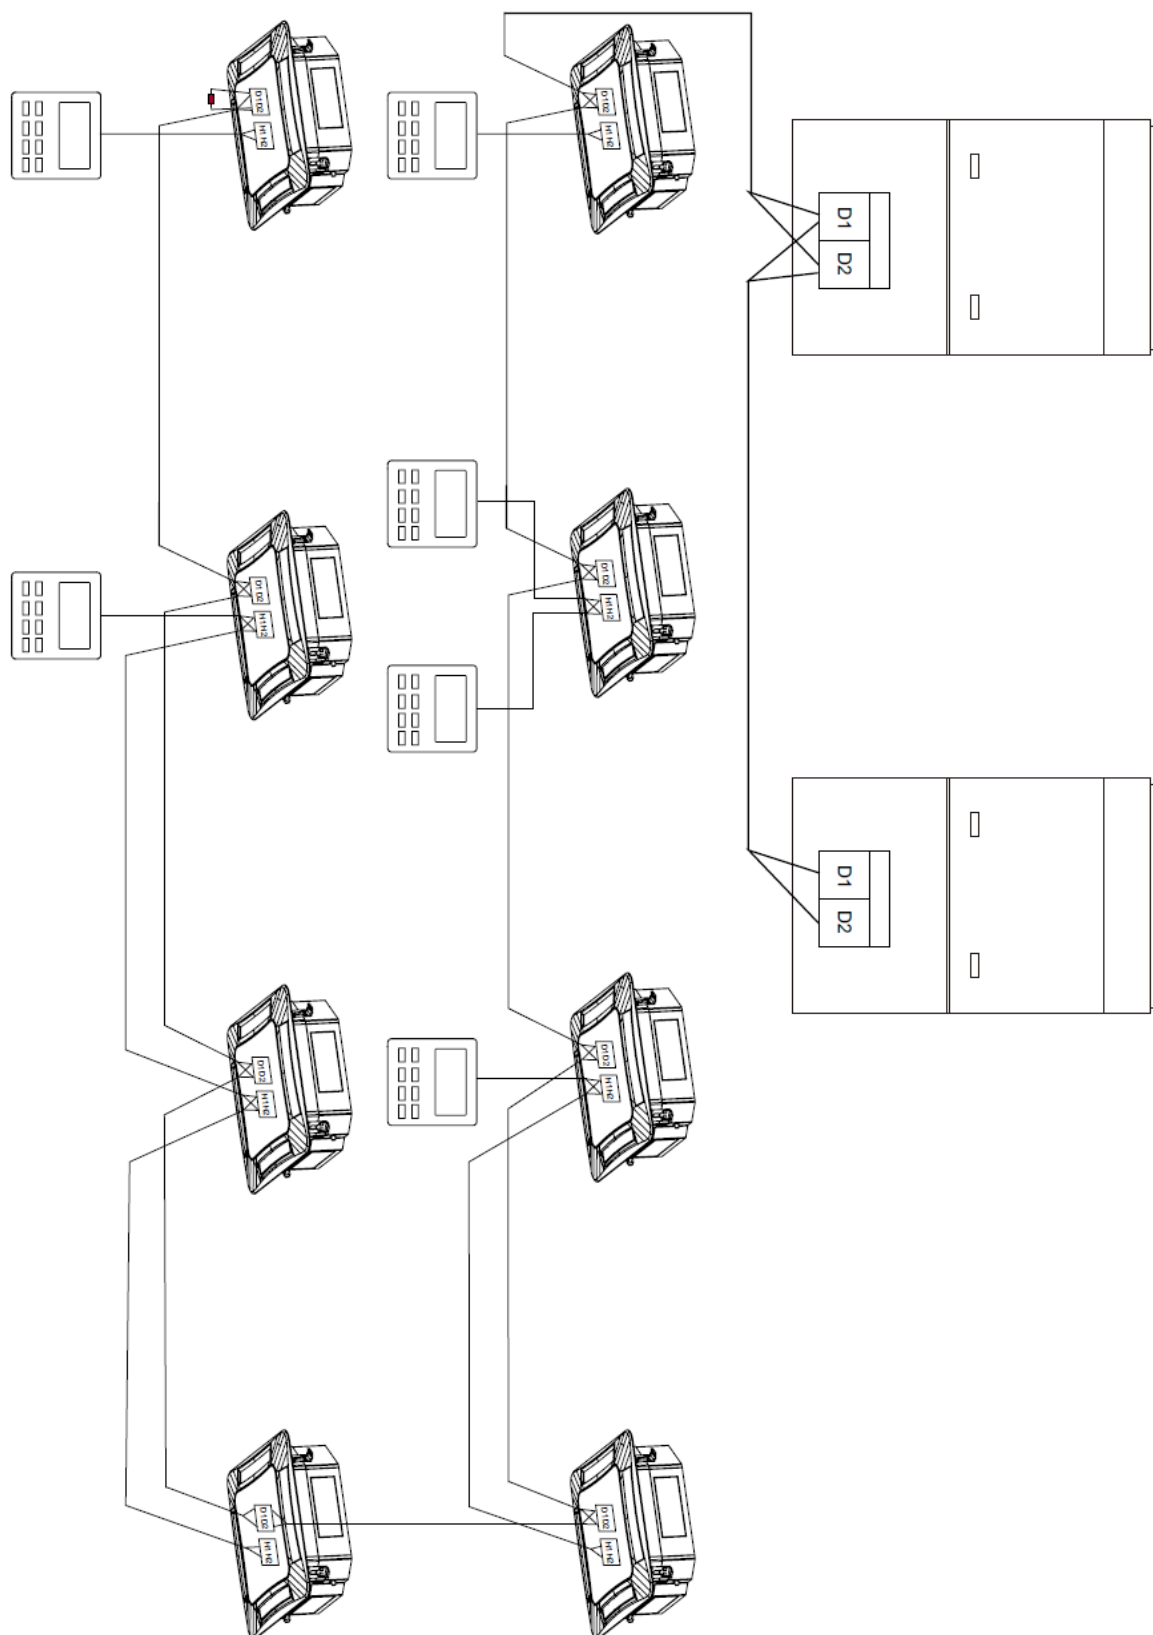

Рис. 5.5
(1) Коммуникационный кабель между внутренним и наружным блоками (или между двумя внутренними блоками) подключается к контактам D1, D2.
(2) Проводной пульт подключается к контактам H1, H2.
(3) К одному внутреннему блоку можно подключать два проводных пульта; одному из них присваивается статус ведущего, другому – ведомого.
(4) Один проводной пульт может управлять работой до 16 внутренних блоков одновременно. (См. рис. 5.5)